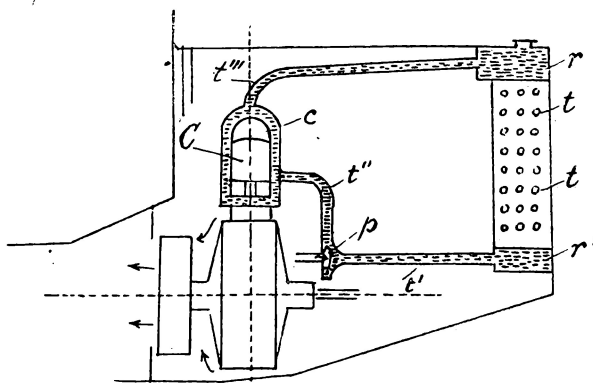

Fig. 50.
2.° *Circolazione d'acqua forzata mediante pompe*. — È schematicamente rappresentata dalla fig. 50.